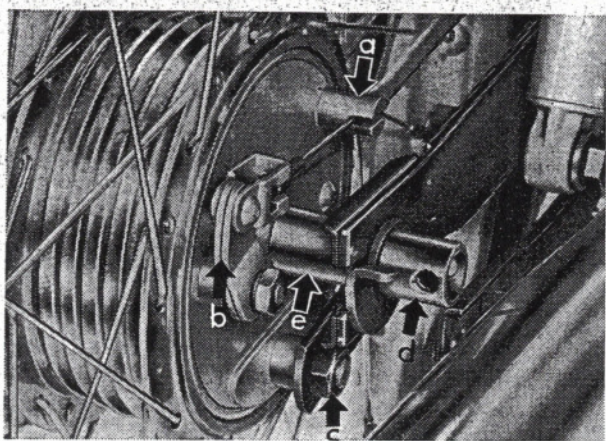

Abb. 139 Hinterrad eingebaut VI/58/2473a
2. Bremshebel nach vorn drücken. Bremsseil am Gegenlager „a“ Abb. 139 aushängen und Seilnippel aus der Lasche des Bremshebels „b“ herausnehmen.
5. Steckachse „d“ (Abb. 139) mit Knebel herausziehen und Abstandsbüchse „e“ nach hinten herausnehmen.